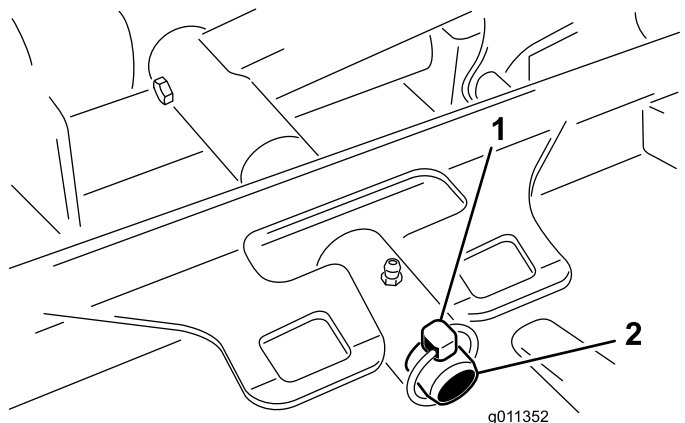

図 85
3. デッキのキャリアフレームを昇降アームのピボットピンに固定しているリンチピンGM4700の場合はリテーナナットを外す 図 85。
3. デッキのキャリアフレームを昇降アームのピボットピンにセットする。リンチピンまたはリテーナナット GM 4700の場合で固定する 図 85。